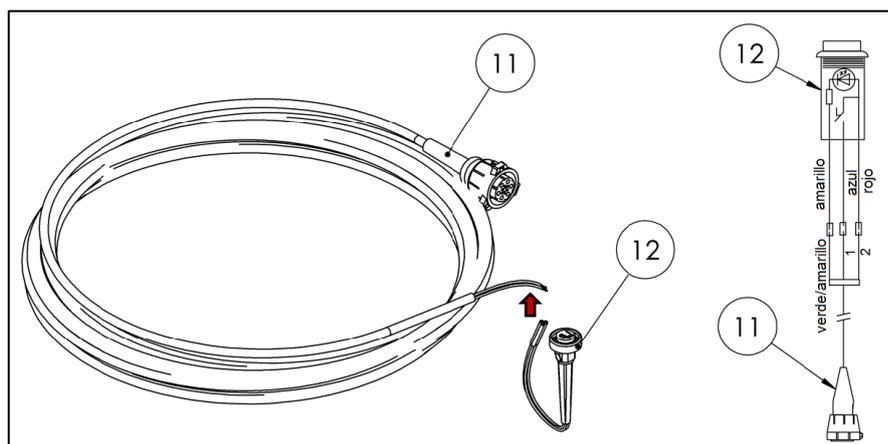

Fig. 48
- Fije el panel de control a la puerta derecha del vehículo con los sujetadores (1, 6, 9) del juego de accesorios, manteniendo una distancia de 400 mm +/- 100 mm (15 3/4 " +/- 1 15/16 ") según especificaciones (ver Fig. 37 y Fig. 48).
- Taladre un orificio de 16 mm de diámetro para el interruptor de cabina (12) en un lugar adecuado del tablero o panel de instrumentos.
- Encaje el interruptor de la cabina (12) en el orificio.
- Pase el cable del interruptor de cabina (11) desde el mecanismo de elevación hasta el interior de la cabina
- Conecte el interruptor de cabina como se muestra en la Fig. 48.